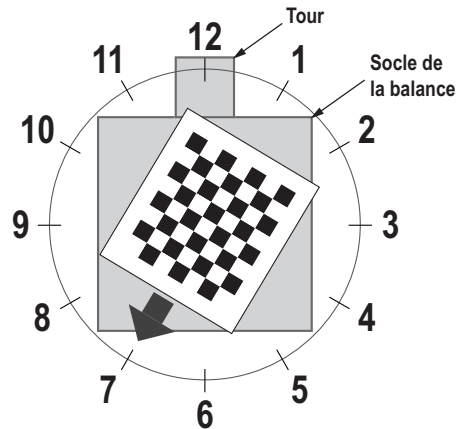

Figure 5-12. Tournez à 7 heures.
11. Alignez l'objet d'étalonnage de sorte que les réticules soient centrés. Tournez l'objet d'étalonnage à 7 heures, la tour étant à 12 heures (Figure 5-12).